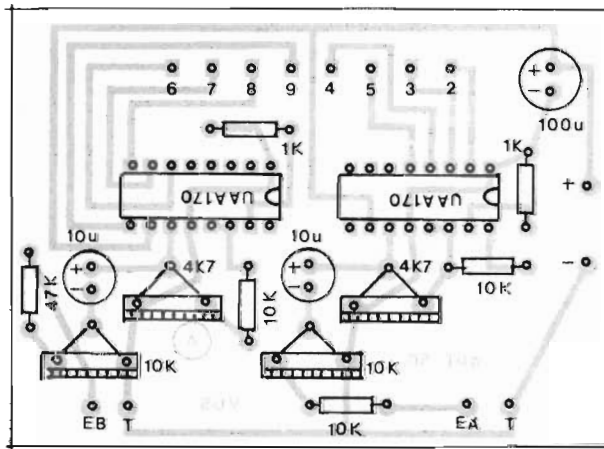

Fig. 4
- **FIG. 4 - "CHAPEADO DA MONTAGEM - PLACA "A"** - Vista pelo lado não cobreado, a placa "A" mostra a estilização, codificação, polaridades, etc. de todos os principais componentes nela acomodados... Atenção, principalmente, ao posicionamento dos dois Integrados (ambos com suas extremidades marcadas voltadas para a direita, no ângulo em que a placa é observada...) e com as polaridades dos três capacitores eletrolíticos. Quanto aos demais componentes, cuidado para não "trocar as bolas" dos seus valores em função dos lugares que ocupam (isso também vale para os **trim-pots**...). Conferir tudo ao final, inclu-